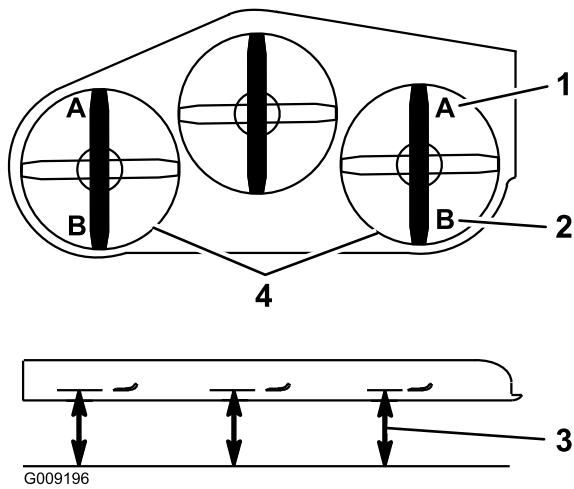

Figura 85
Nota: La misura deve essere di 7,6 cm; fate riferimento a Figura 85.
15. Su ambo i lati del piatto di taglio, misurate dalla superficie piana all'estremità posteriore della lama (posizione B). La misura deve essere di 8,3 cm; fate riferimento a Figura 85.